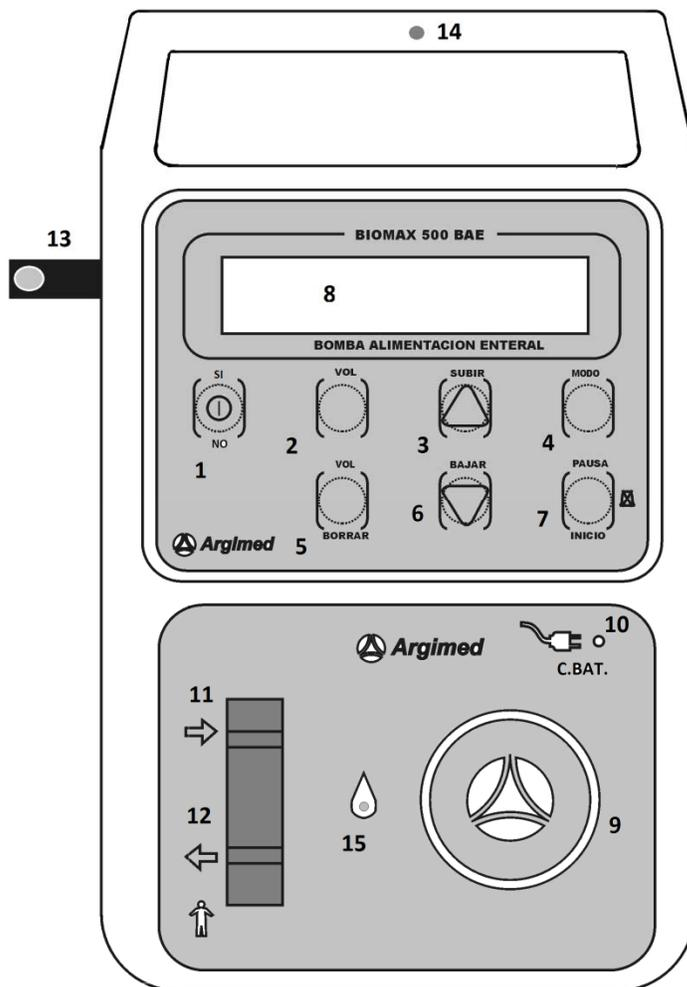

Figura 1
2. Conectar el aparato a la red de alimentación eléctrica de Tensión Alterna 220 V, 50 Hz, con tierra de protección. Se encenderá el indicador verde en el frente del equipo (10 figura 1).
1. (Ver con Figura 1 de la página 3 y con Figura 4 de la página 9). Cierre el Clamp Roller y luego introduzca el Spike en el frasco o bolsa enteral.
2. Siguiendo la figura de la izquierda, coloque la Pista de bomba en la Entrada de Guía desde Solución y rodee el Cabezal (ver también con Figura 1 y Figura 5)
3. Siguiendo la figura de la izquierda, termine de colocar la Pista de bomba en la salida de Guía al paciente (ver también con Figura 1 y Figura 5)
5. Encienda el equipo presionando el botón SI/NO (1 Figura 1). Seleccione el modo CEBADO presionando consecutivamente el botón «MODO» (4 Figura 1). Luego presione
el botón «PAUSA /INICIO» (7 Figura 1), el equipo comenzará a funcionar y de esta forma se purgará el aire presente en la guía. Cuando el líquido alcance un tercio (1/3) del volumen de la bureta, ponga la guía en posición vertical y espere que se termine de purgar el todo el aire de la guía, detenga el funcionamiento del equipo presionado el botón «PAUSA /INICIO» (7 Figura 1).
Finalmente coloque la bureta en el Soporte de Bureta teniendo en cuenta que en el mismo se detecta la caída de gota, por lo que el nivel de líquido debe estar por debajo del borde inferior del Soporte. Ver figura a la izquierda (ver con Figura 1)
1. Presione el botón SI/NO (1 Figura 1) para encender el equipo. Cada vez que el equipo se enciende, después de la pantalla temporal inicial, el equipo presenta los valores de las variables de flujo y de volumen, ajustados en fábrica o los que se habían dejado del uso anterior. El flujo se mide en mililitros por hora [ml/h] y el volumen en mililitros [ml].
2. Seleccione el modo de infusión con el botón «MODO » (4 Figura 1) entre las siguientes opciones:
3. Una vez elegido el modo, ajuste las variables flujo y/o volumen acorde al modo elegido presionando los botones «SUBIR» (3 Figura 1) o «BAJAR» (6 Figura 1)
4. Verifique que el Clamp Roller esté abierto y pulse el botón «PAUSA /INICIO» (7 Figura 1) para comenzar. El equipo empezará a funcionar girando el cabezal (9 Figura 1).
- Si por algún motivo se desea detener el funcionamiento del equipo, presione el botón «PAUSA /INICIO» (7 Figura 1) »
- Con el equipo en modo Dosis o Continuo, presionando el botón «PAUSA /INICIO» (7 Figura 1)», se muestra una leyenda con el Flujo en ml/h y el tiempo total de infusión neto. Este tiempo indica el total de tiempo infundido desde que se seleccionó un modo, si se cambia de modo se reajusta a cero el tiempo.
- Si se presiona el botón «VOL» (2 Figura 1), el equipo muestra el volumen total infundido.
- Si se presiona el botón «VOL/BORRAR» (5 Figura 1) durante 3 segundos, se borra el volumen infundido y se reajusta a CERO.
- Para los modos Continuo y Dosis, el equipo detecta la caída de una gota lo cual se muestra por medio del Indicador de Goteo (15 Figura 1). Presionando el botón «VOL» (2 Figura 1) o el botón «VOL/BORRAR» (5 Figura 1), se puede saber que volumen se ha entregado al paciente en cualquier momento de su funcionamiento en los modos mencionados.
- Para cambiar de modo, primero se debe pausar el equipo usando «PAUSA /INICIO» (7 Figura 1) » y luego elegir el nuevo modo
- Si Usted ha apretado el botón «PAUSA /INICIO» (7 Figura 1) » y ha olvidado el Clamp Roller de la guía cerrado, el equipo comenzará a hacer vacío en algún sector de la guía y sonará la alarma. Esto puede llegar a provocar pequeños errores en los volúmenes infundidos, sobre todo si son muy pequeños. La forma correcta de proceder es presionar «PAUSA /INICIO», abrir el Clamp Roller, reajustar el volumen y luego iniciar nuevamente el equipo.
- Estando el equipo en funcionamiento en modo Dosis o Continuo, cuando no se detecta caída de gota en la bureta acorde al flujo ajustado, suena una alarma, titila el LED indicador (14 Figura 1), y aparece la leyenda “ERROR: Falta de líquido”.